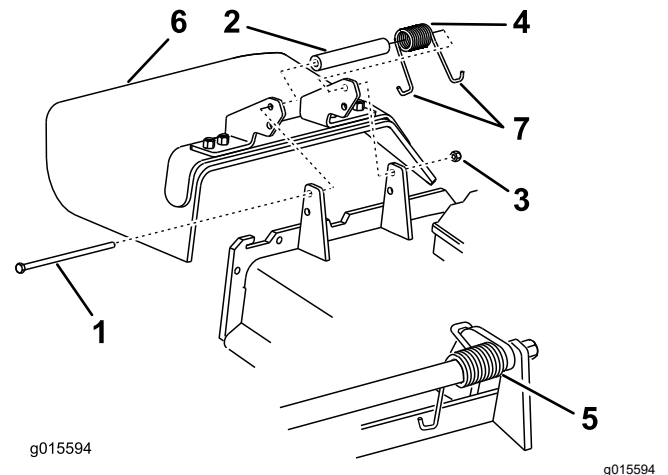

Figura 107
1. Retire la contratuerca, el perno, el muelle y el espaciador que sujetan el deflector a los soportes de pivote (Figura 107).
2. Retire el deflector de hierba dañado o desgastado (Figura 107).
Nota: Asegúrese de colocar un extremo con gancho en J del muelle detrás del reborde de la carcasa antes de instalar el perno, según se muestra en Figura 107.
6. Coloque 1 extremo en J del muelle alrededor del deflector de hierba (Figura 107).